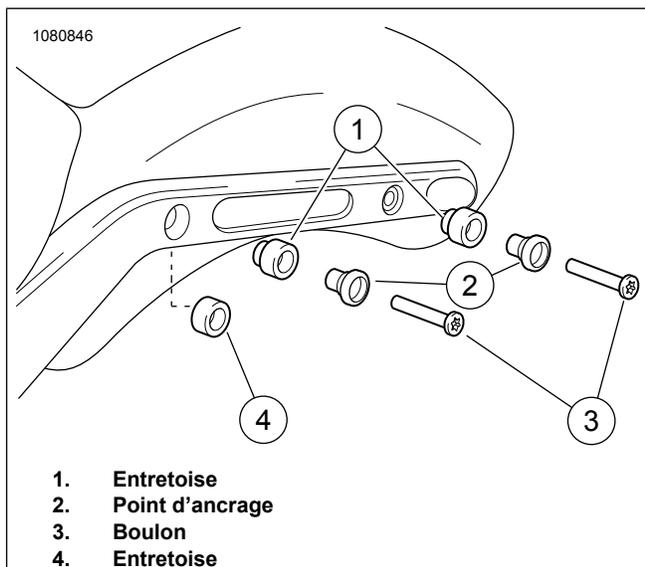

Figure 3. Points d'ancrage du support du garde-boue
1. Consultez Figure 3 . Installer l'entretoise (1) et le point d'ancrage (2) sur le boulon de jambe de garde-boue (3) neuf .
3. **Trousses 90201513A, 90201645A** : Installer l'entretoise (4) sur le point d'ancrage avant entre le support de garde-boue et l'entretoise (1).